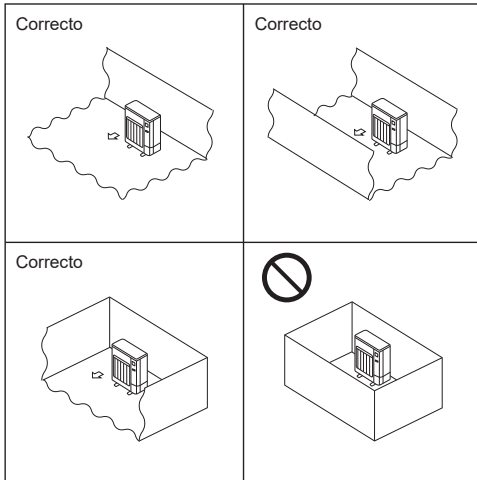

Fig. 2-1
- Instale las unidades exteriores en un lugar donde al menos uno de los cuatro lados esté abierto, y en un espacio lo suficientemente grande y no elevado. (Fig. 2-1).